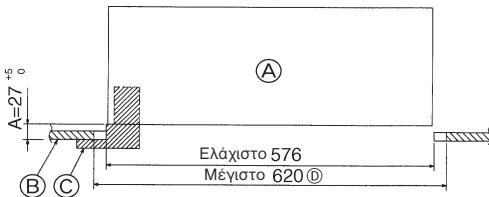

Fig. 8-2
8.2. Προετοιμασία για την τοποθέτηση της περσίδας (Fig. 8-2)